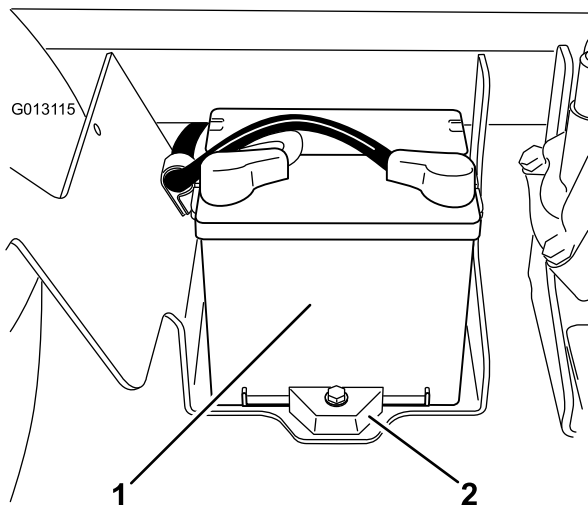

Figura 57
2. A bateria encontra-se no lado direito da máquina por detrás da bomba (Figura 57).
5. Retire as fixações e os fechos da bateria (Figura 57).
2. Coloque a fixação da bateria, assim como os fechos que retirou anteriormente (Figura 57).
4. Coloque a cobertura da bateria e aperte-a com os 2 manípulos (Figura 57).
1. Desaperte os manípulos na parte lateral da caixa da bateria e retire a cobertura da bateria (Figura 57).